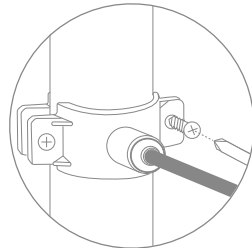

Рис. 14
20. Прочно закрепите хомут на дренажной линии с помощью винтов (рис. 14). Винты крепления необходимо затягивать равномерно (без перекоса), чтобы обе части хомута располагались параллельно.